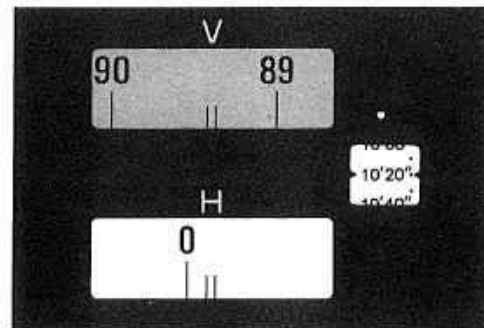

図24
- 3) マイクロつまみ③を回して、分・秒窓の表示数字を $10'20''$ に合わせます。(図24)